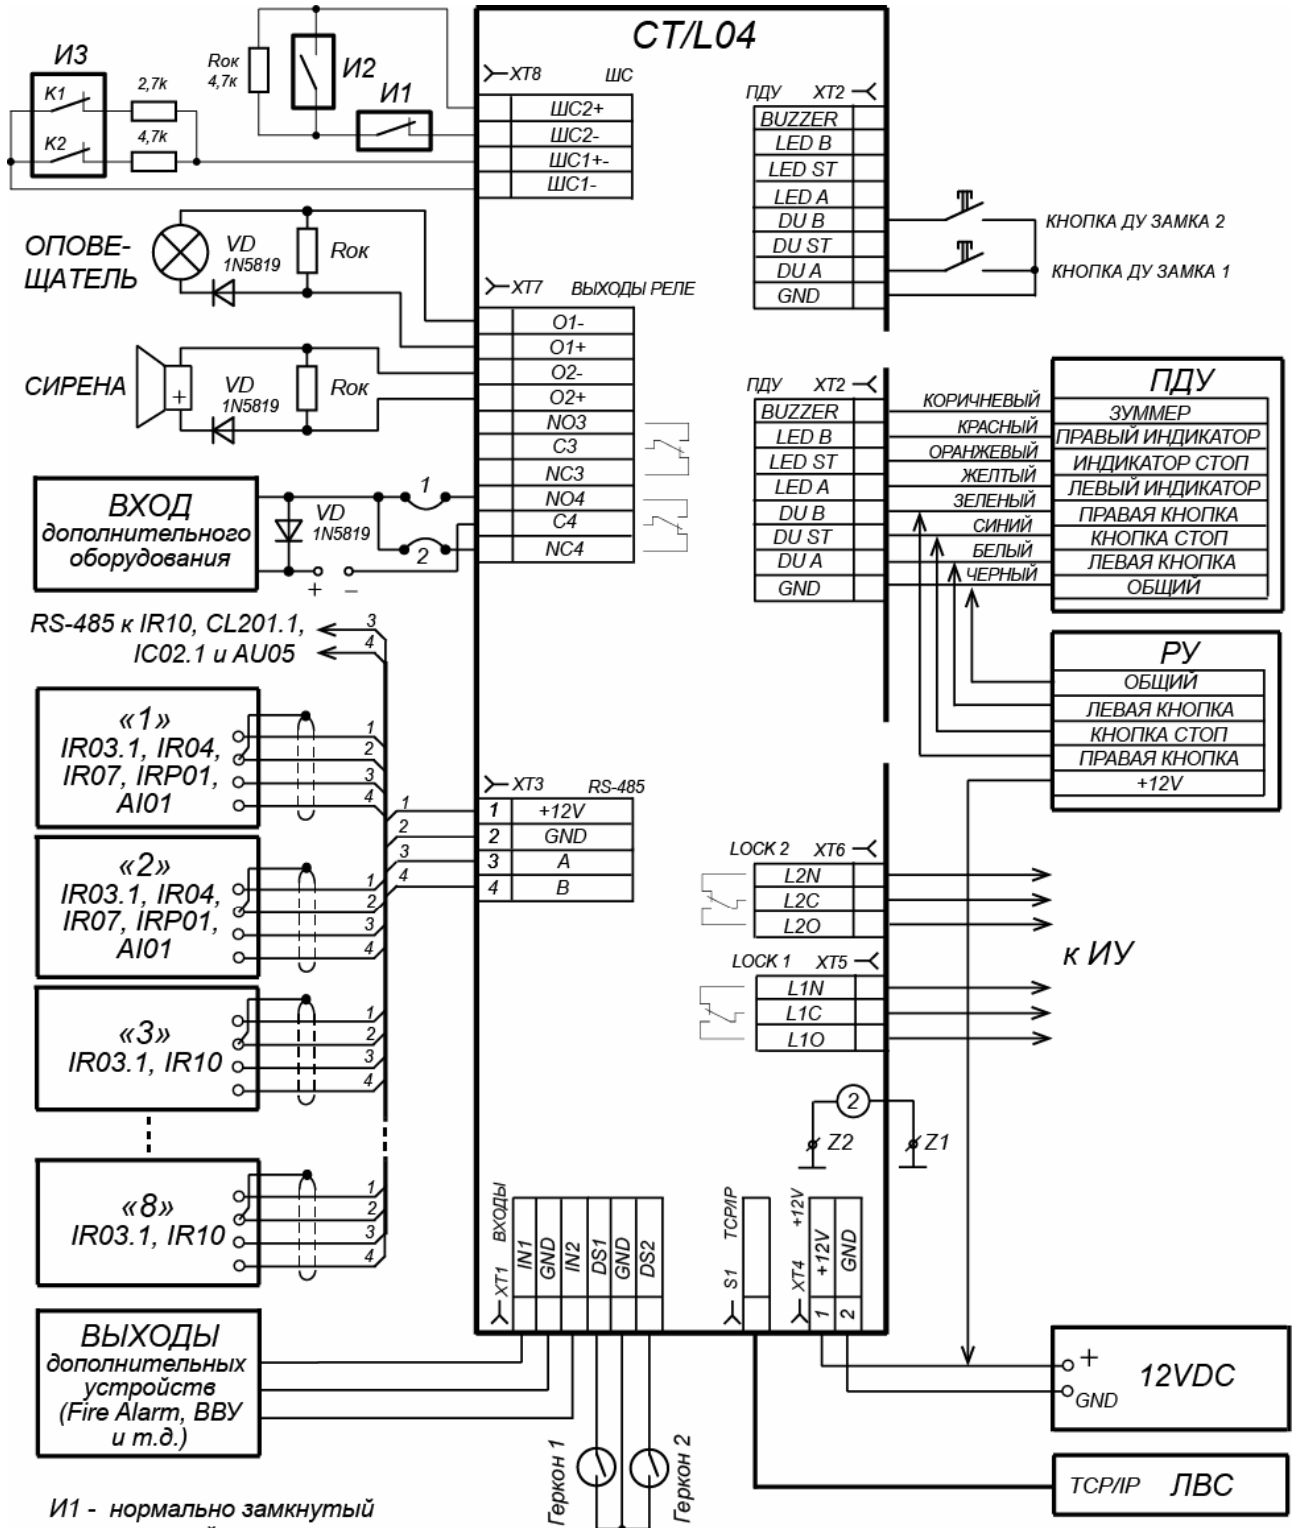

**Рисунок 2. Разметка отверстий для установки контроллера (пунктиром показаны размеры корпуса контроллера)**
3. Произведите разметку и разделку отверстий на установочной поверхности для крепления контроллера и подводки кабелей согласно рис. 2. Осуществите прокладку и крепеж кабелей связи, питания и *Ethernet* к месту установки контроллера.